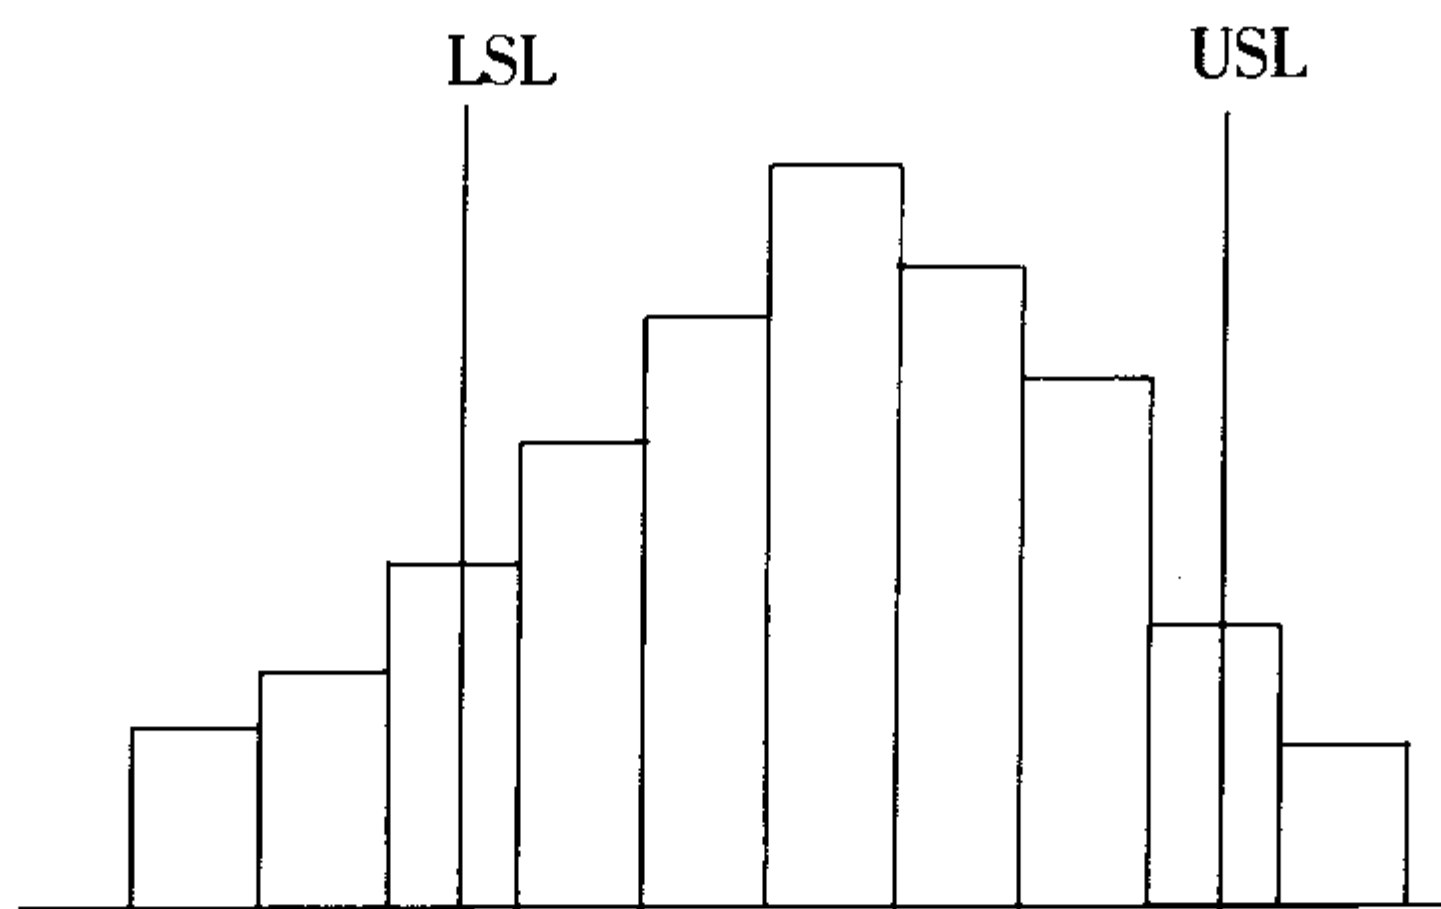

图 6-19
e. 图 6-19 显示制程能力过于分散，应对人员的变动与作业方法加以追查。